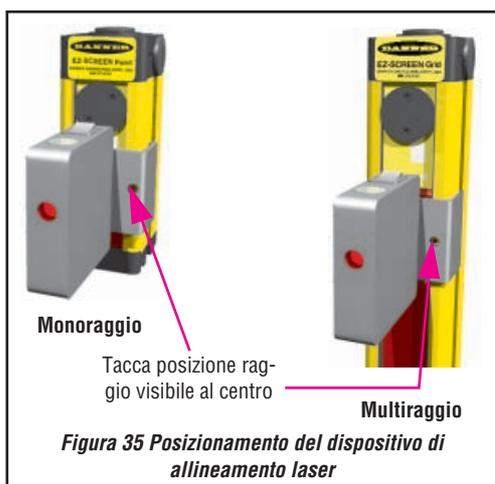

Figura 35 Posizionamento del dispositivo di allineamento laser
- 1) Collegare il dispositivo di allineamento laser alla custodia dell'emettitore sopra la posizione del raggio utilizzando la graffa di fissaggio EZ-Screen fornita. Il punto sulla custodia del sensore accanto alla finestra della lente indica la posizione del raggio. Allineare il foro sul dispositivo di allineamento laser sopra il segno del raggio (vedere la Figura 35 a pagina 39).